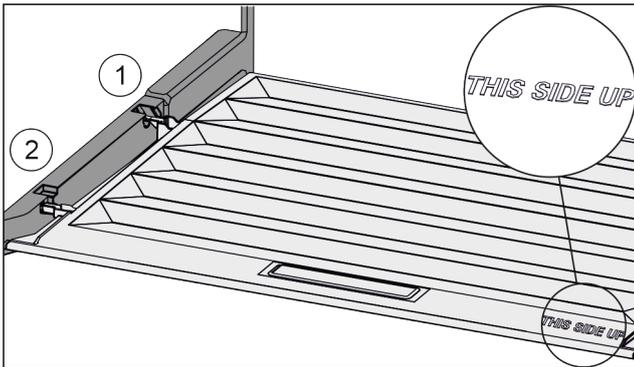

Fig. 102
- ▶ Introduzca los nervios de la tapa por la abertura en el soporte trasero Fig. 102 (1) y encájelos por delante en el soporte Fig. 102 (2).